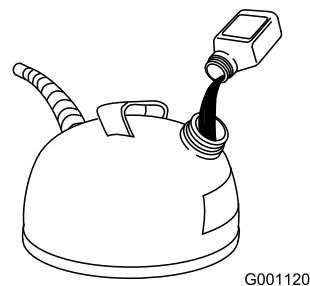

Figure 9
2. Ajoutez de l'huile pour moteur à deux temps à l'essence (Figure 9) en vous reportant au tableau suivant :